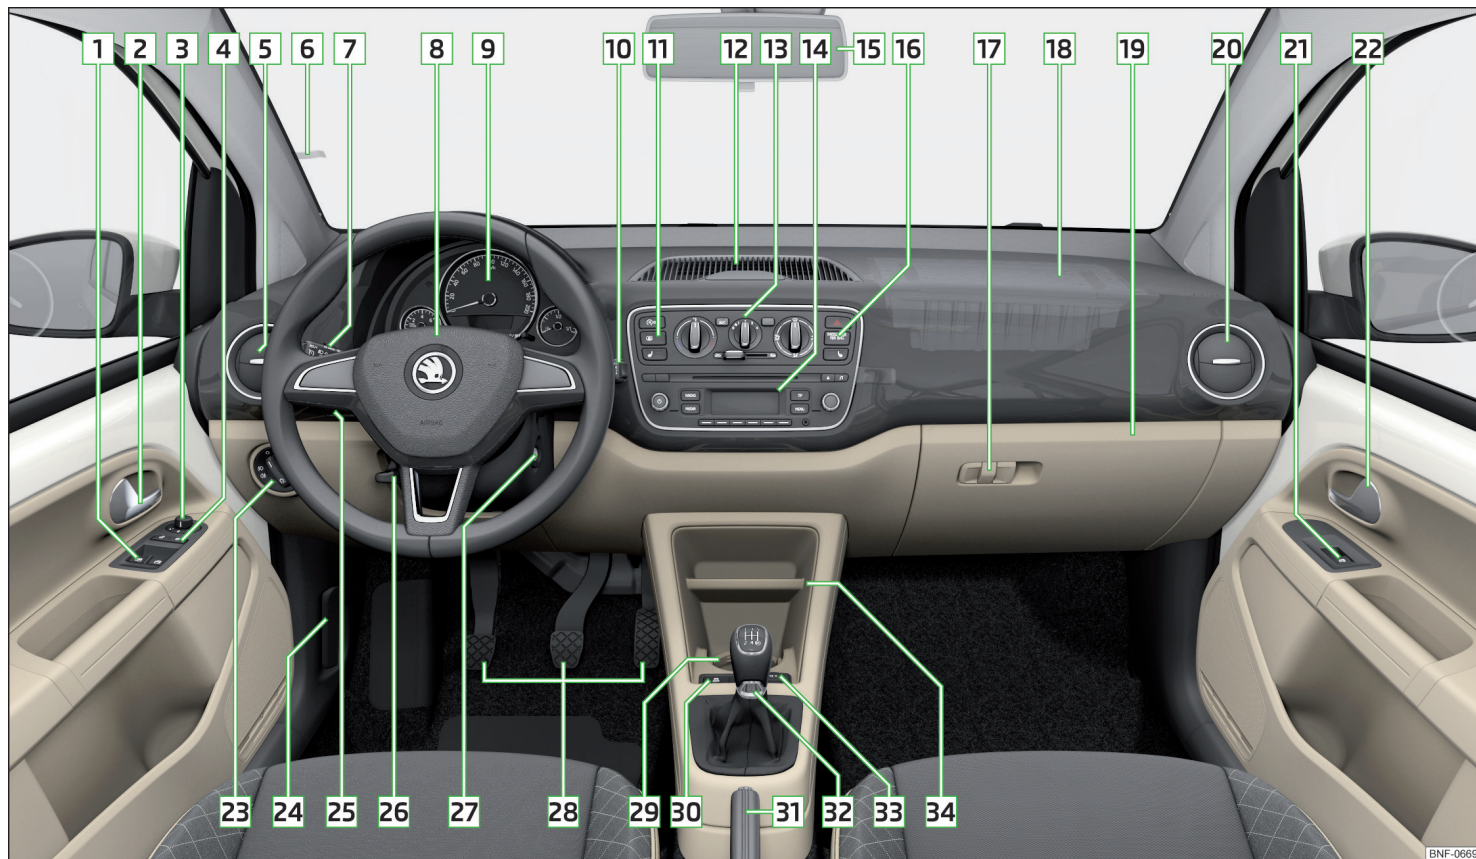

Fig. 17 Cockpit
- I højrestyrede biler afviger placeringen af betjeningssementerne delvis fra den placering, som er vist på » Fig. 17. Symbolerne er dog de samme for de enkelte betjeningssementer.